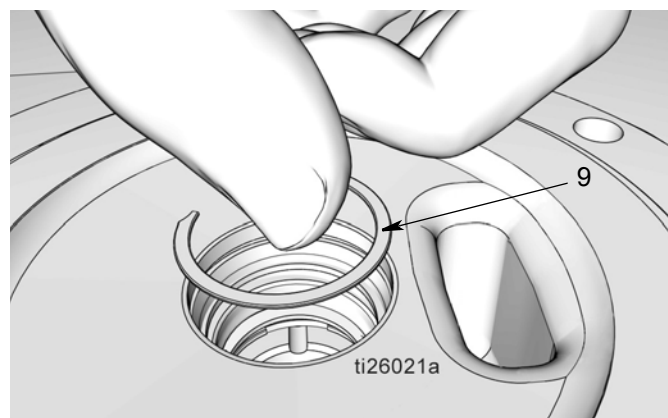

FIG. 39
- j. Mettre l'anneau de retenue (9) (FIG. 39). Un « clic » doit retentir lorsque l'anneau de retenue arrive en appui dans la gorge.